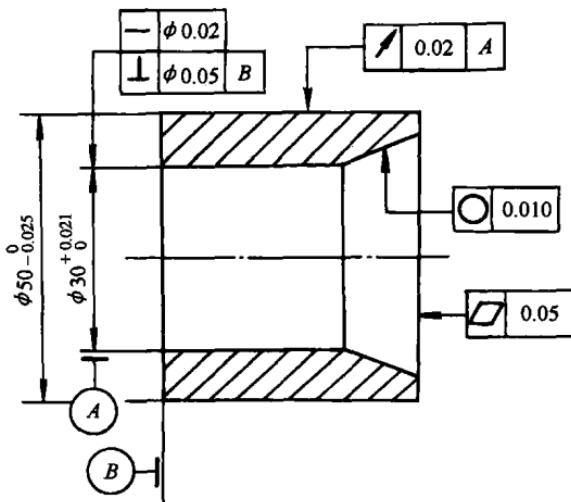

图 1-1
1. 将图 1-1 中各形位公差框格所表示的含义分别填在下面表图 1-1 表格中。